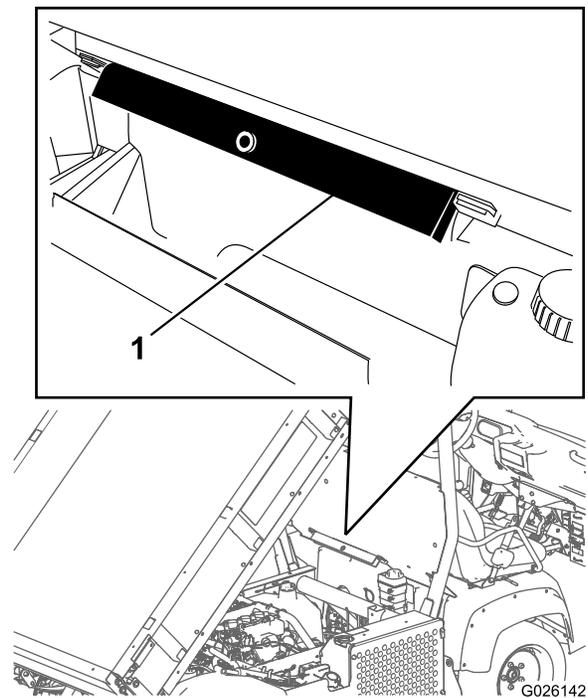

Bild 32
2. Nehmen Sie die Ladepritschenstütze aus den Einlagerungshalterungen hinten an der Überrollschutzplatte (Bild 32).